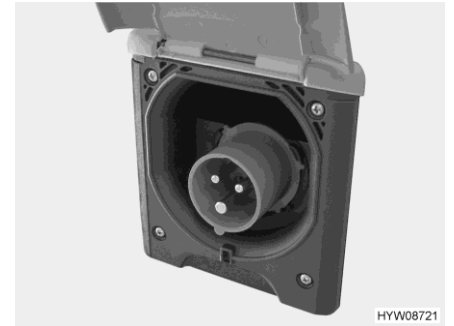

Bild 97 230 V-anslutning på fordonet (CEE-uttag)
- Öppna höljet på 230 V-anslutningen i fordonet (Bild 97) och stick in stickkopplingen. Kontrollera så att låsklacken i den fjäderspända klapplocket är ikopplad.